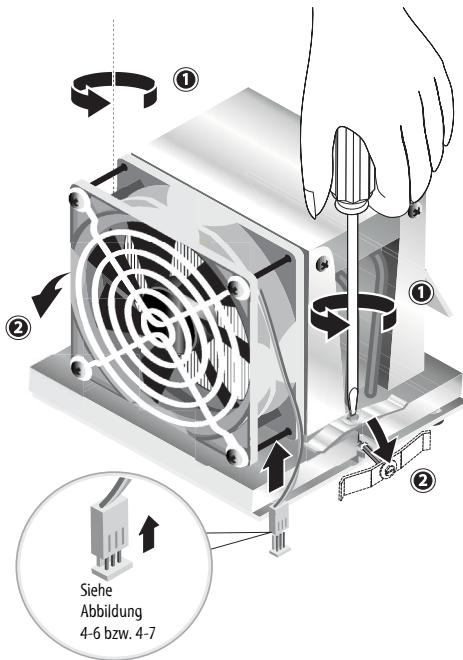

ABBILDUNG 4-8 Lösen der Halteclips der Kühlkörper-/Lüfterbaugruppe
5. Lösen Sie die beiden Schrauben, mit denen die Kühlkörper-/Lüfterbaugruppe auf der Hauptplatine befestigt ist (siehe (1) in ABBILDUNG 4-8), und legen Sie die Halteclips nach außen um (2).